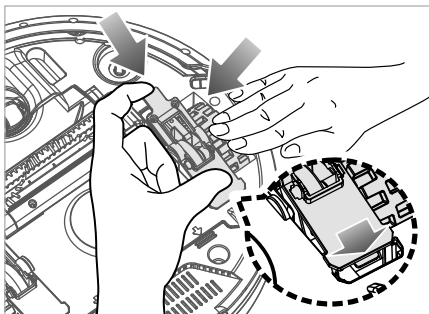

Fig. 25
- 6) Apăsăți roata **20/34** în jos și aduceți capacul roții **19/35** pe aparat (a se vedea fig. 25).